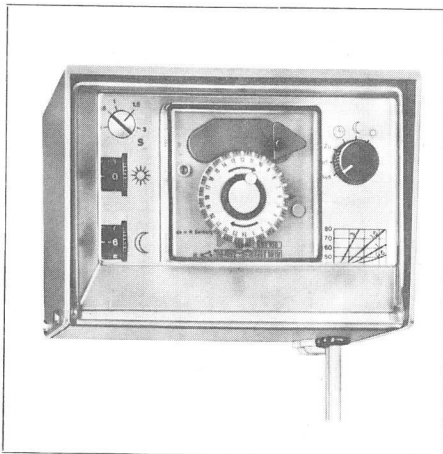

Fig. 2 Appareil central ELFATHERM M
- a) régulateur central pour montage direct sur une vanne mélangeuse (Fig 2)